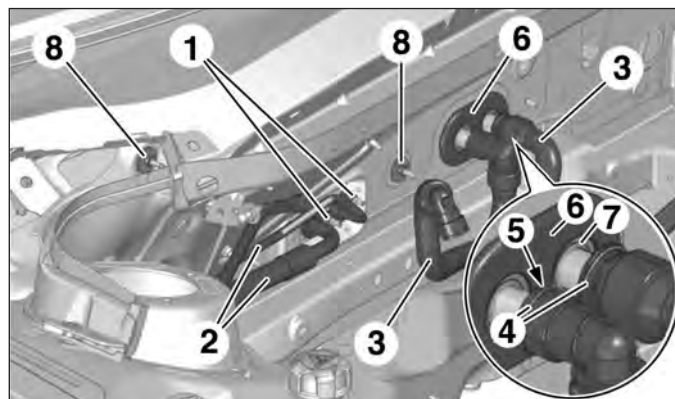

FIG.10
- les écrous (1) des canalisations (2) (Fig.10).
- Débrancher les canalisations du circuit de climatisation (2).
- Mettre en place les outils [1] sur les durits de refroidissement (3).
- Déposer les agrafes de verrouillages (4) des durits de refroidissement.
- Débrancher les durits de refroidissement (3).
- la vis (5),
- la platine de maintien (6),
- le caoutchouc d'étanchéité (7),
- les écrous (8) du bloc de chauffage.